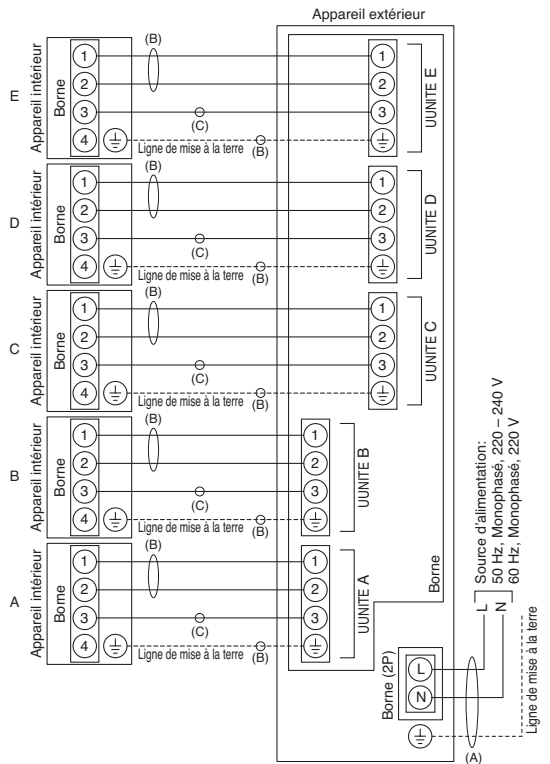

Fig. 25
Veuillez vous référer au schéma du système de câblage (Fig. 25) pour y trouver la signification de (A), (B) et de (C) dans la Table 6. Désignation de type 245 IEC 57 (H05RN-F, GP85PCP etc.) ou cordon plus lourd.
### 5-3. Diagramme de système de câblage (Fig. 25)